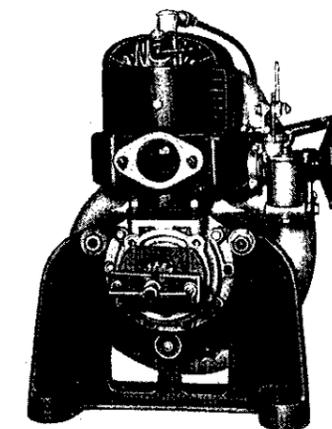

Bild 30. Abtriebsrad abziehen
12. Abtriebsrad abziehen (Bild 30).